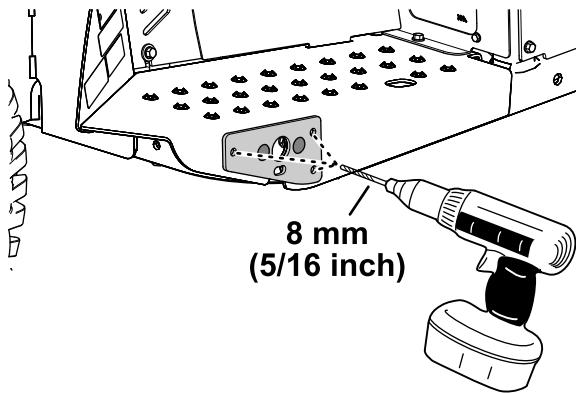

Bild 6
2. Verwenden Sie die Schwenkhalterung als Bohrschablone und bohren Sie drei Löcher (8 mm) in den Flansch der Fußplattform (Bild 6).